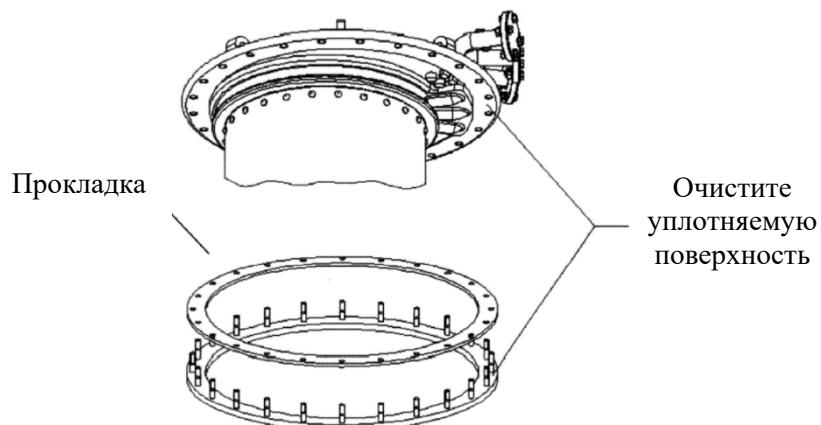

Рисунок 19 Поверхности уплотнения
- 1) Очистите уплотнительные поверхности фланца головки устройства РПН и монтажного фланца трансформатора, установите уплотнительную прокладку (Рисунок 19).